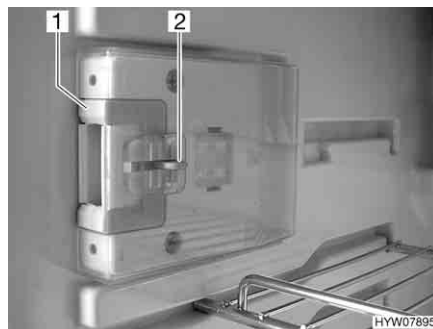
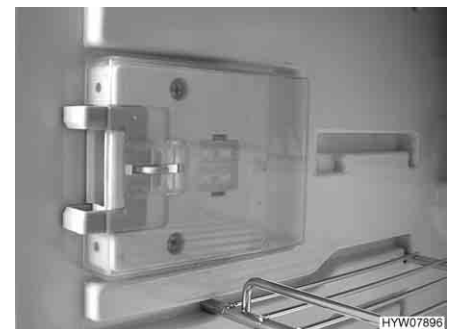

Fig. 197 Dispositif de fermeture en position normale
Fig. 198 Dispositif de fermeture en position de ventilation
- Presser le bouton de déverrouillage (Fig. 197,2).
- Pousser le dispositif de fermeture (Fig. 197,1) vers l'avant (Fig. 198).